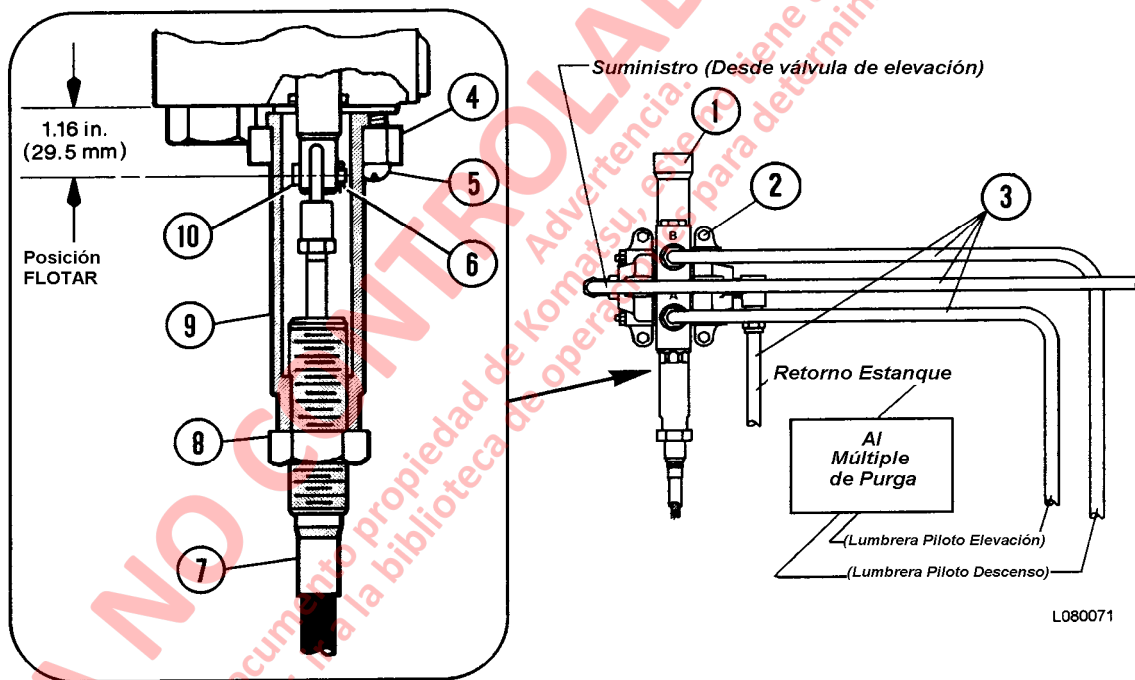

FIGURA 8-13. VALVULA PILOTO DE ELEVACION Y TUBERIA
2. Desconecte las líneas hidráulicas (3, Figura 8-13) en la válvula piloto de elevación (1) ubicada en el gabinete de componentes hidráulicos en la parte posterior de la cabina. Saque los pernos (5).
3. Suelte y destornille la tuerca de bloqueo (8). Destornille la camisa (9) hasta que el pasador de dos patas (6) y el pasador (10) estén expuestos.
5. Saque los accesorios de montaje de la válvula piloto de elevación (2) y saque la válvula del gabinete. Consulte desensamblado de la válvula piloto de elevación para las instrucciones de reparación.
1. Coloque la válvula piloto de elevación (1, Figura 8-13) en la posición en el soporte de montaje. Asegure la válvula en su lugar con accesorios de montaje (2).
4. Alinee el ojal del cable de control con el orificio del carrete de la válvula piloto e inserte el pasador (10). Asegure el pasador en su lugar con el pasador de dos patas (6).
5. Atornille la camisa (9) hacia arriba hasta que haga contacto con el cuerpo de la válvula. Mueva la pestaña (4) a su posición y asegure en su lugar con pernos (5).
6. Atornille la tuerca de bloqueo (8) en la camisa. Apriétela muy bien.